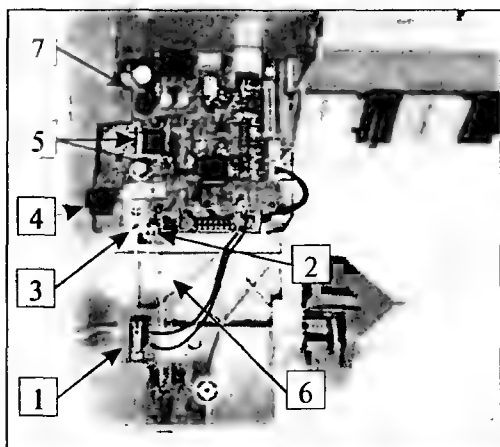

Рис. 2.37
27. Снимают главную плату электроники. Плата крепится винтом к основанию принтера (рис. 2.37). На этом рисунке 1 — плата с микропереключателем открытия крышки; 2 — светодиод индикации включения и готовности принтера к работе; 3 — микропереключатель включения/выключения и сброса ошибки при застревании бумаги; 4 — оптический датчик координатного колеса по оси Y; 5 — микроконтроллер и интерфейсная микросхема; 6 — световод с кнопкой нажатия; 7 — импульсный стабилизатор питания элементов принтера.